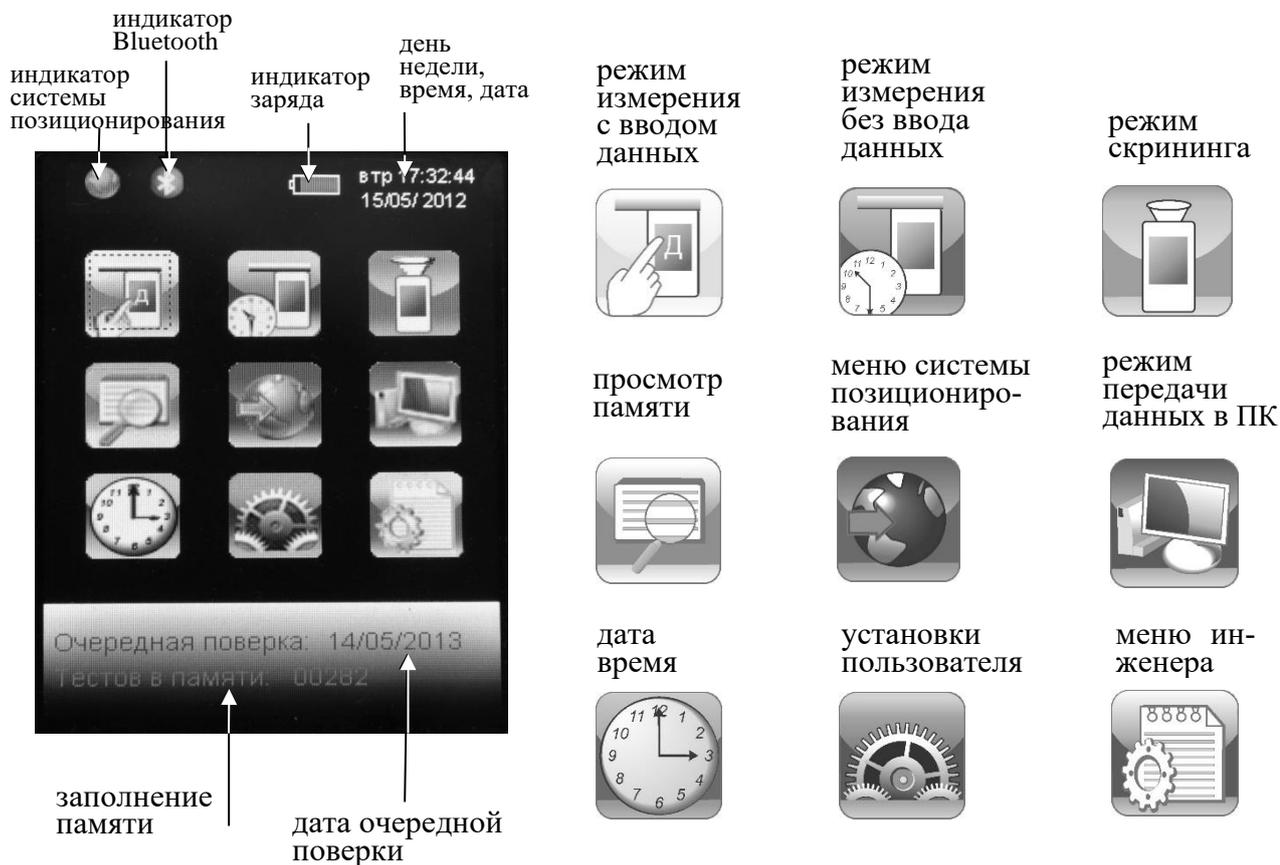

Рисунок 6 – Главное меню анализатора
Включение анализатора производится нажатием на кнопку включения/выключения, удерживая ее до звукового сигнала (1-2 секунды). При этом на экране появляется заставка с сокращенным обозначением анализатора и номером версии программного обеспечения, проводится автотестирование, после чего на экране появляется главное меню анализатора (рис. 6).
2.3.1 При включении анализатора после заставки с сокращенным обозначением анализатора и номером версии программного обеспечения на сенсорном экране появляется главное меню из 9 пунктов-иконок и индикаторов, информирующих об уровне заряда аккумуляторного блока, текущем времени и дате, а также об установлении координат текущего местоположения приемником системы позиционирования и соединения Bluetooth (рисунок 6).